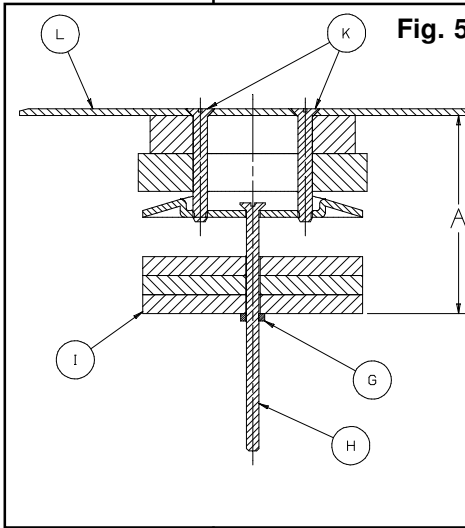

Fig. 5
1. Set the FRP250 unit for dimension **A** Fig. 5. If floor thickness is 4-inch (101.6 mm) or greater turn the center nut **G** to the end of the screw **H**. Set the fire barrier **I** at 4-1/8 inch (104.7mm) from the Floor Plate in order to maintain the fire rating for floors over 4 inch (101.6 mm) thick.
1. Régler le FRP250 selon la dimension **A** Fig. 5. Lorsque l'épaisseur du plancher est de 102 mm ou plus, amener l'écrou central **G** à l'extrémité de la vis **H**. Régler le coupe-feu **I** à 105 mm de la plaque de plancher pour conserver les caractéristiques coupe-feu des planchers de plus de 102 mm d'épaisseur.
1. Ajustar el FRP250 para la dimensión **A** Fig. 5. Si el espesor del piso es de 102 mm o más, girar la tuerca central **G** hasta el extremo del tornillo **H**. Ajustar el cortafuegos **I** a 105 mm de la placa de piso para mantener la seguridad anti-incendio en pisos de más de 102 mm de espesor.